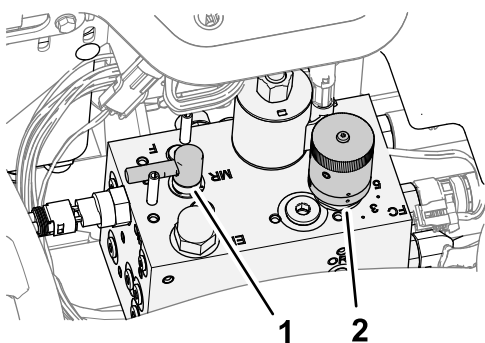

Bild 93
4. Drehen Sie den Läpphebel in die R-Stellung (Bild 93).